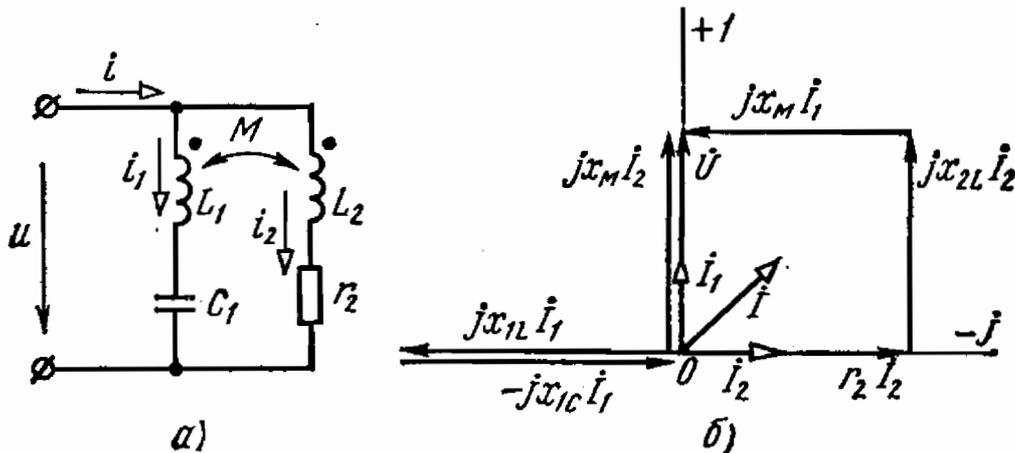

Рис. 5.8
5.8. На рис. 5.8, а показаны две индуктивно связанные параллельные ветви, причем в одну из них включен конденсатор, сопротивление которого при заданной частоте равно $\frac{1}{\omega C_1} = \omega L_1 = 100$ Ом. Сопротивления другой катушки $r_2 = x_2 = 8$ Ом, а сопротивление взаимной индуктивности $\omega M = 8$ Ом. Напряжение сети $U = 120$ В.
На рис. 5.8, б приведена векторная диаграмма, из которой видно, что вектор тока \dot{I}_1 совпадает по фазе с вектором напряжения \dot{U} , а вектор тока \dot{I}_2 отстает по фазе от вектора этого напряжения на 90° . Вектор общего тока \dot{I} определен суммированием токов ветвей: